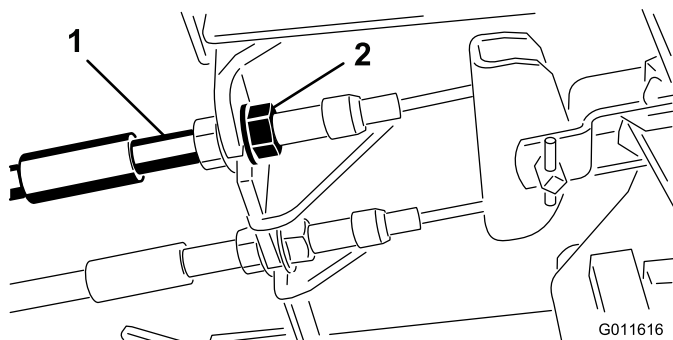

Рисунок 44
1. Чтобы уменьшить свободный ход тормозных педалей, затяните тормоза, ослабив переднюю гайку на резьбовом конце троса тормоза (Рисунок 44).